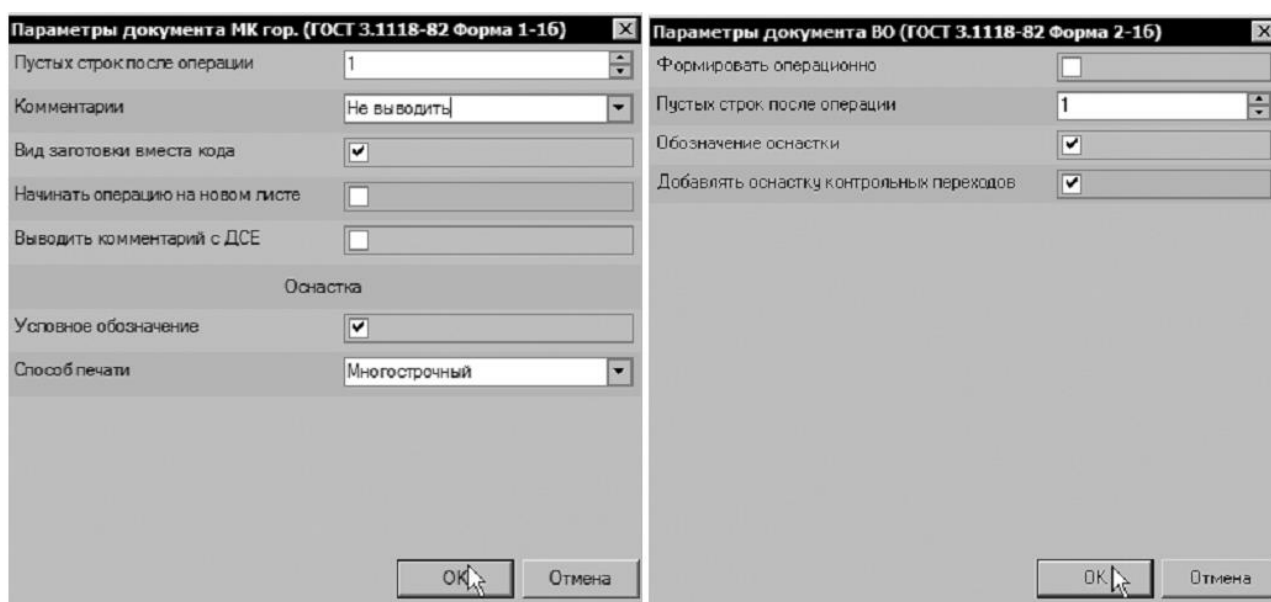

Рисунок 6.
39. В открывшемся окне установите параметры так, как показано на рис. 6 слева и нажмите кнопку ОК.
41. Нажмите кнопку **Формировать...** на вкладке **Комплект карт** или кнопку **Формирователь карт «Вертикаль»** на главной панели инструментов. В открывшемся окне Мастера формирования технологической документации (рис. 6 справа) установите галочки в необходимых ячейках. Нажмите кнопку **Старт**.